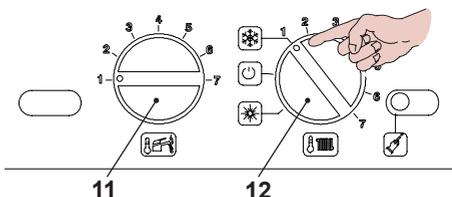

Рис. 2.3
- Поверните переключатель 12, как показано на рисунке Рис. 2.3.